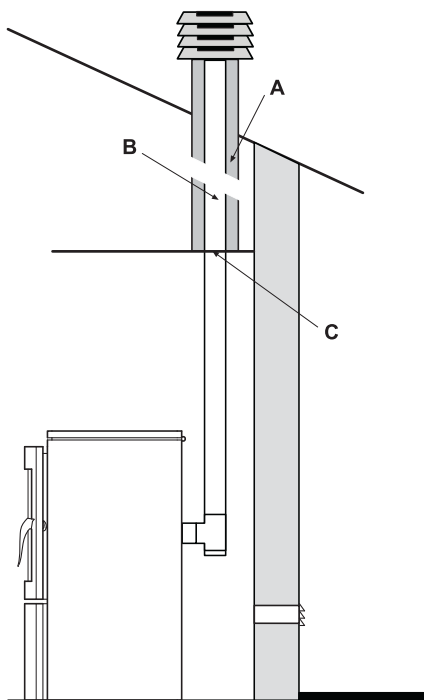

Fig. 5.5.5
In caso di canna fumaria di sezione maggiore è necessario "intubare" la canna fumaria con una tubazione in acciaio (con diametro in funzione del percorso) opportunamente isolata (Fig. 5.5.5).
- ! - **En caso de cañón de humo de sección mayor es necesario "entubar"** el cañón de humo con una tubería de acero (cuyo diámetro es en función del recorrido) oportunamente aislada (Fig. 5.5.5).
- ! - **If the flue section is bigger it must be ducted** using an adequately insulated steel pipe (the diameter depends on the length of the path) (Fig. 5.5.5).